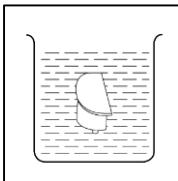

Рисунок 13
3. Перед першим використанням занурте новий картридж проти накипу у воду на 5 хвилин (рис. 13) для поліпшення робочих характеристик.